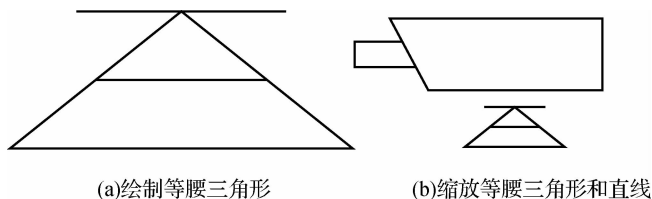

图 3-54 带云台的球形摄像机
- (1)单击功能条中的按钮,开启正交模式。
- (2)单击功能条中的按钮,打开对象捕捉,选择捕捉中点端点类型。
- (3)执行“直线”命令,绘制一条长 8 mm 的水平直线。
- (4)执行“直线”命令,绘制一个顶角为  $80^\circ$ 、底边长 8 mm 的等腰三角形,并捕捉腰线中点,绘制出中位线,三角形顶点与一条长 6 mm 的水平直线中点重合,如图 3-54(a)所示。
- (5)执行“矩形”命令,绘制一个长 15 mm、宽 5 mm 的矩形。
- (6)执行“分解”命令,将矩形分解。
- (7)执行“倒角”命令,然后在系统提示下执行如下操作。
选择对象: 5 个 //选择图 3-54(a)为移动对象。
- (13)执行“移动”命令,将图 3-54(a)作为移动对象,纵向下移 1 mm。
- (14)执行“缩放”命令,然后在系统提示下执行如下操作,完成图 3-54(b)所示缩放效果。
命令: `_scale` 找到 5 个 //选择图 3-54(a)为缩放对象。